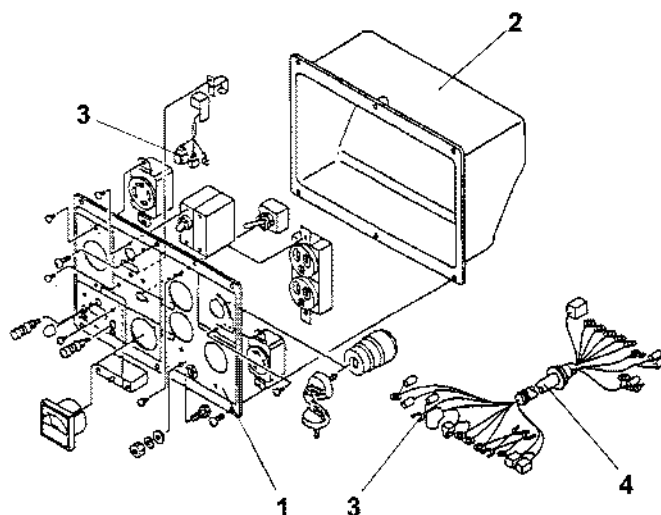

Рис. 14 Компоненты блока панели управления
- Рис. 14 иллюстрирует объем и содержание работ и расположение узлов.
1. Снимите панель управления (Рис. 14, (1)) с коробки панели управления (Рис. 14, (2)).
2. Отсоедините все выводы (Рис. 14, (3)), подключенные к соответствующим электрическим устройствам.
3. Отсоедините жгут проводов (Рис. 14, (4)) от коробки управления (Рис. 14, (2)).